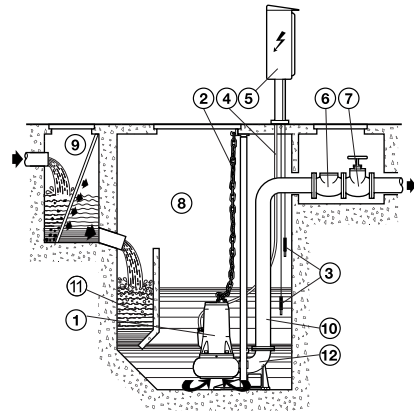

Fig. 6
- fixă cu electropompa poziționată pe piciorul de susținere blocat pe fundul puțului sau bazinului de colectare (fig. 6).
5.2.2 INSTALARE FIXĂ CU CARLIG AUTOMAT PE PICIORUL DE SUPORT (FIG. 6)
Pentru pompele neprevăzute cu intrerupător automat cu plutitor incorporat, este necesară instalarea unui sistem de control cu sonde (fig. 6) sau cu plutitor sau alte aparate care să asigure nivelul minim al lichidului și care să protejeze electropompa împotriva mersului pe uscat.